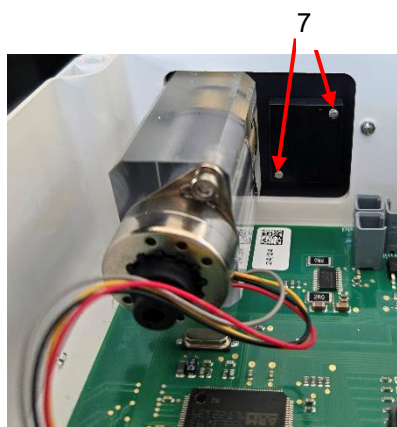

Figura 4
12. Desaperte os dois parafusos (7) e retire a cobertura (veja a figura 4).
13. Introduza o O-ring (3) na ranhura na parte de trás do bloco de válvulas.
14. Aparafuse a bomba (1) ao bloco de válvulas com os dois parafusos (7) com um binário de 0,4 Nm.
15. Empurre a válvula de bico (2) com a manga (5) e o O-ring (4) para dentro do suporte superior da válvula de saída.